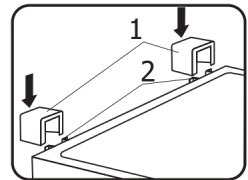

Fig. 4
- Placer les arrêts (1) dans les glissières (2) situées dans la partie supérieure, à l'arrière de l'appareil (Fig. 4).